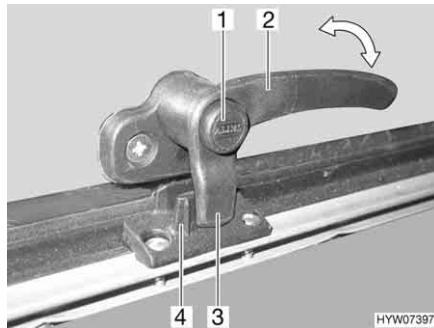

Fig. 21 Leva di serraggio in posizione "Chiuso"
- Premere il bottone di sicurezza (Fig. 21,1) e mantenerlo premuto.
- Ruotare la leva di serraggio (Fig. 21,2) di un quarto di giro verso il centro della finestra.
- Ruotare la leva di serraggio (Fig. 21,2) di un quarto di giro verso il telaio della finestra. Il nasello di chiusura (Fig. 21,3) della leva di serraggio si trova completamente sul lato interno della chiusura della finestra (Fig. 21,4).
- In posizione "Completamente chiusa" (Fig. 21)